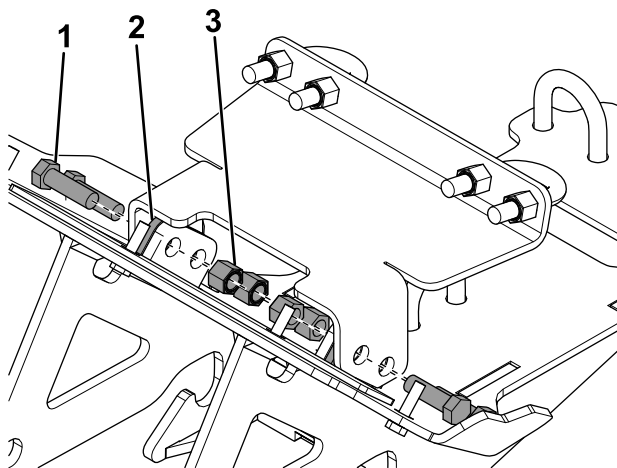

**Bild 2**
6. Befestigen Sie die Windenplatte mit 2 U-Bügel (1") und vier Sicherungsmuttern locker am Fahrzeugrahmen (Bild 2).